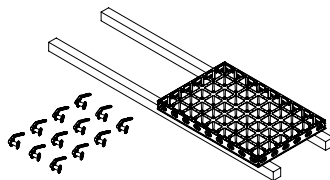

Fig. B1.11a
2. Appoggiare due pannelli con il pannello di rivestimento rivolto verso il basso e unirli lungo il giunto corto con il connettore DUO (21). (Fig. B1.11a)